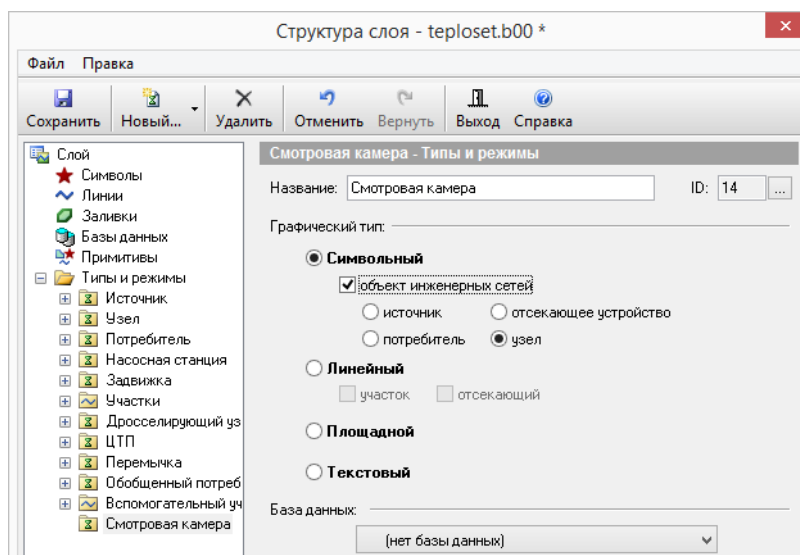

Рисунок 4.13. Название нового типа
- В строке *Название* открывшейся закладки ввести пользовательское название типа, которое одновременно отобразится и в появившейся строке дерева типов. Например, **Смотровая камера**, как показано на Рисунок 4.13, «Название нового типа».